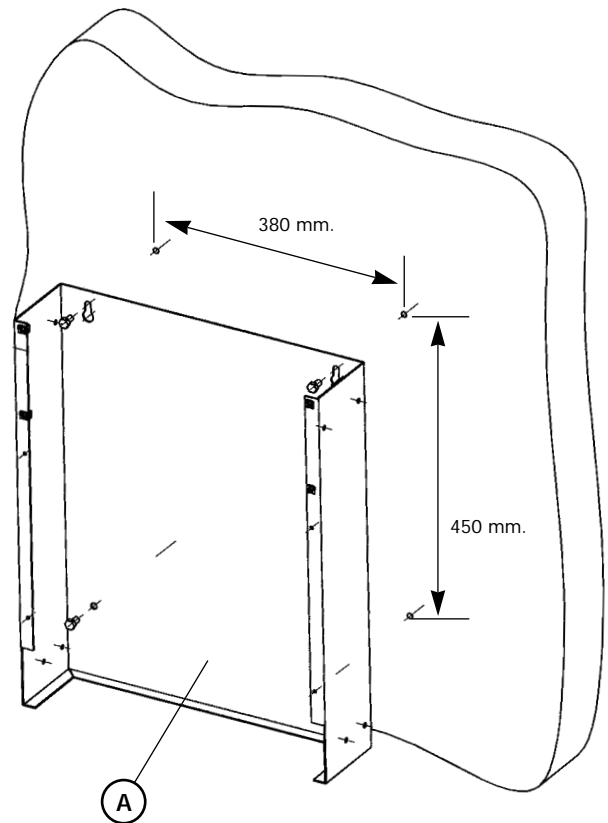

Fig. 2
1. Fix body A to the wall by using max. 8mm. Ø screws (not supplied). (See figure 2).
- 1 Installer le corps de la console (A) sur le mur à l'aide de vis Ø 8 mm maxi (non fournies) tel qu'il est indiqué sur la figure 2.